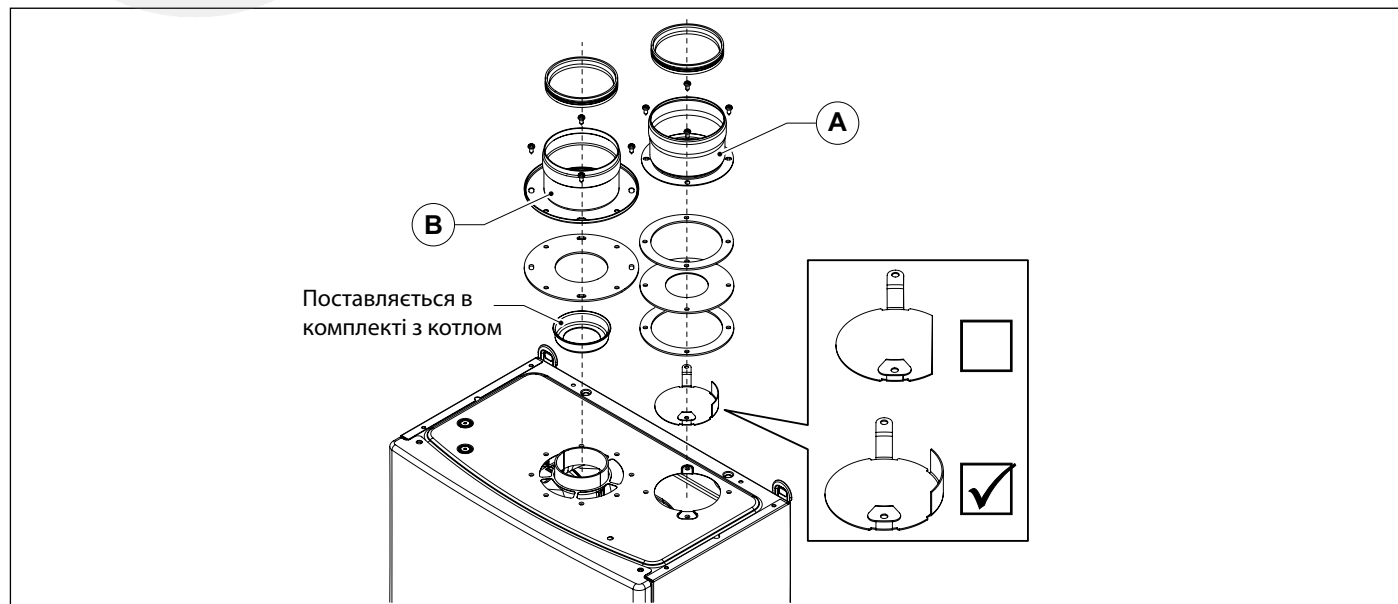

Рис. 13 Комплект окремих димоходів OSDOPPIA13
- Змонтуйте стандартний дефлектор повітря. (Рис. 13 Комплект окремих димоходів OSDOPPIA13)